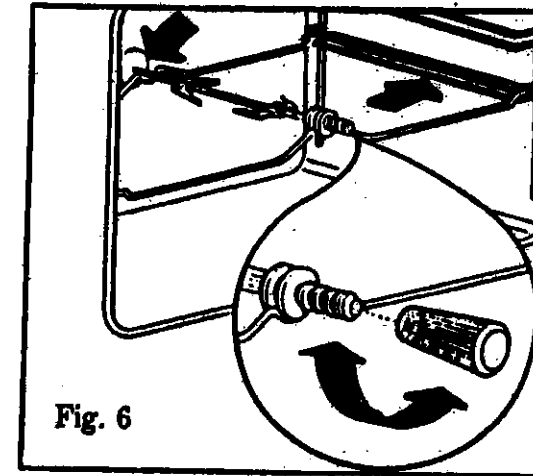
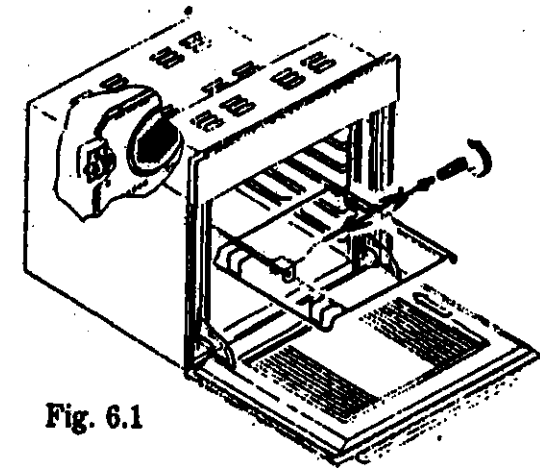

Fig. 6
Fig. 6.1
Sur les modèles de fours traditionnels (Fig. 6) et ventilés (Fig. 6.1) il est possible d'utiliser le tourne-broche qui fonctionne avec le grill. Après avoir embroché sur la longueur les aliments, les bloquer sur les deux petites fourchettes. Ensuite procéder de la manière suivante:
- Placer le bouton de commande sur la pos. \leftarrow pour mettre en marche le petit moteur (Fig. 6) (Fig. 6.1)